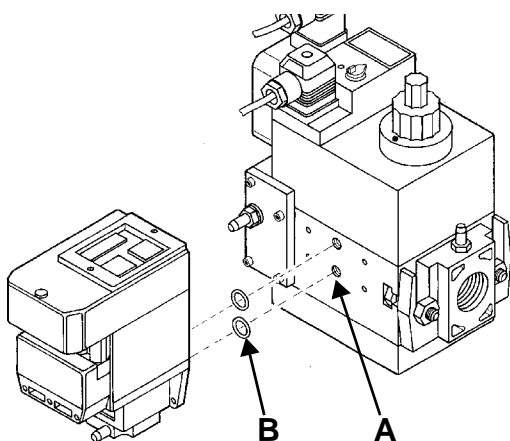
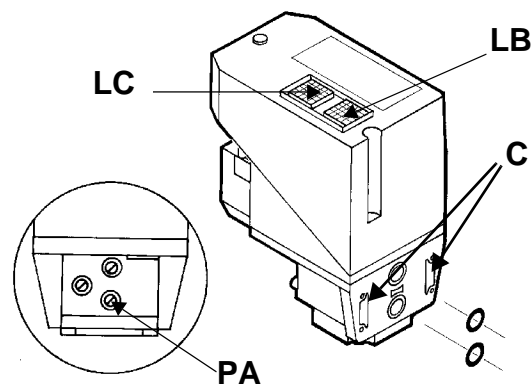

Рис. 17
Рис. 18
- 3). снять крепежные винты группы Multibloc (Рис. 17-A)
- 4). вставить уплотнительные кольца (10,5x2,25) в VPS 504 (Рис. 18-B, Рис. 17-B)
- 5). закрутить 4 винта блока контроля герметичности (M4x16) Рис. 17-C.
Для проверки работы, подсоедините манометр к штуцеру для отбора давления PA (Рис. 18). Если проверка завершилась положительно, через несколько секунд загорается жёлтая лампочка LC. В противном случае загорается красная лампочка блокировки LB. Чтобы перезапустить горелку, необходимо разблокировать блок управления нажатием на светящуюся кнопку LB.